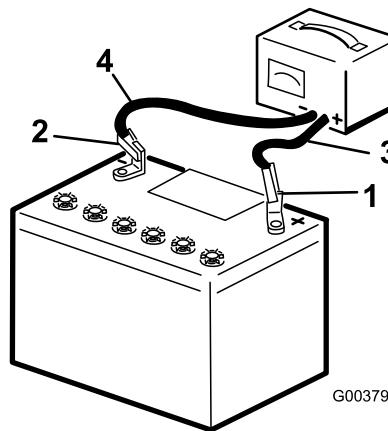

図 44
2. 3-4 Aで4-8時間充電する 図 44。充電しすぎないように注意すること。
3. 充電が終わったら、チャージャのプラグをコンセントから抜いてから、チャージャのリード線をバッテリー端子から外す 図 44。
1. 先ほど取り外したねじ類を再使用して、プラスケーブル赤いケーブルをバッテリーのプラス端子に取り付ける図 44。
3. 先ほど取り外したねじ類を再使用して、マイナスケーブル黒いケーブルをバッテリーのマイナス-端子に取り付ける図 44。
4. 押さえ棒と蝶ナットでバッテリーを固定する図 44。